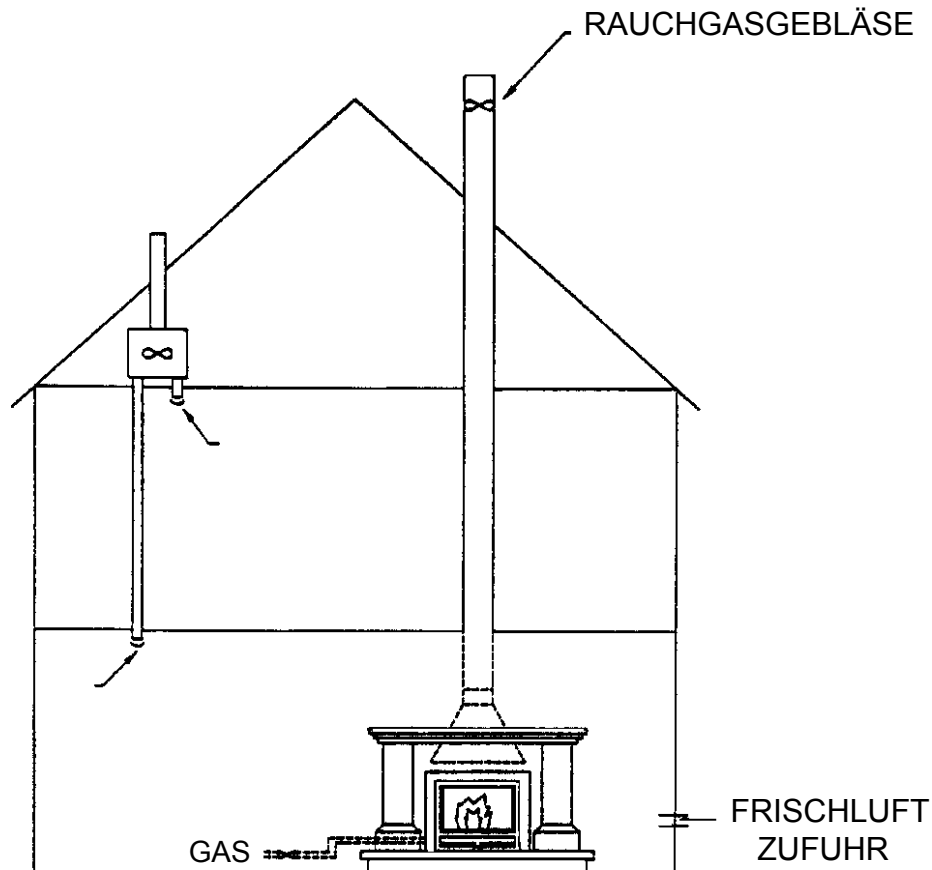

Abbildung 9: Mechanisch belüftete Wohnung
- 2 MECHANISCH BELÜFTETE WOHNUNG (siehe abbildung 9)